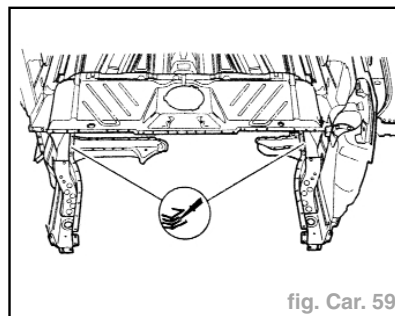

fig. Car. 59
- Appliquer de la colle avant de procéder au soudage (fig. Car. 59).